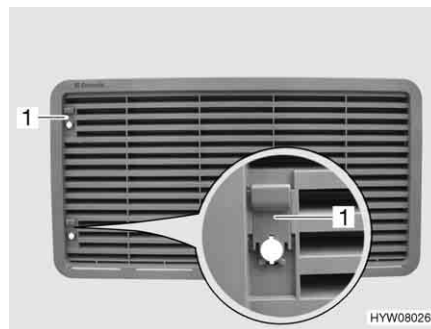

Bild 142 Kylskåpets ventilationsgaller (med spjäll)
- Skjut upp spjället (Bild 142,1).